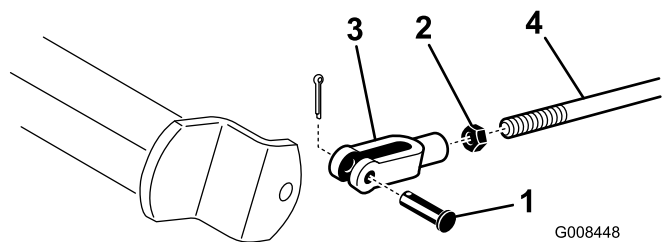

Рисунок 46
- A. Отсоедините штоки регулировки тормозов, сняв шплинт и шплинтуемый штифт (Рисунок 46).
- В. Отпустите контргайку и отрегулируйте вилку должным образом (Рисунок 46).
- С. Присоедините вилку к тормозному валу (Рисунок 46).